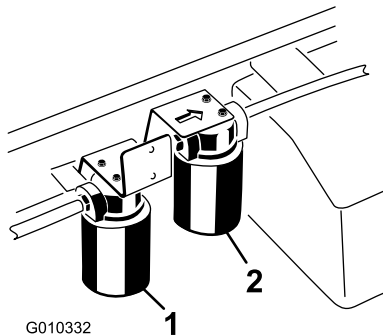

Figura 71
5. Aezai o tavă de golire sub filtru și îndepărtați filtrul (Figura 71).
4. Curăai suprafața din jurul zonei de montare a filtrului pentru sistemul hidraulic de debit ridicat (Figura 71).